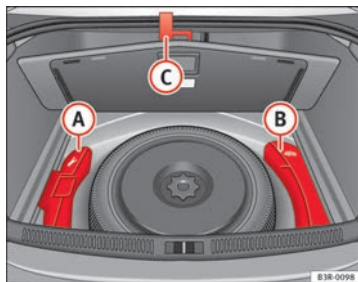

Fig. 176 Caja de las herramientas y gato
Las herramientas de a bordo (A) y el gato (B) ⇒ fig. 176 se encuentran en el maletero, debajo de la superficie de carga.
- Enganche el asa (C) en la junta del maletero.